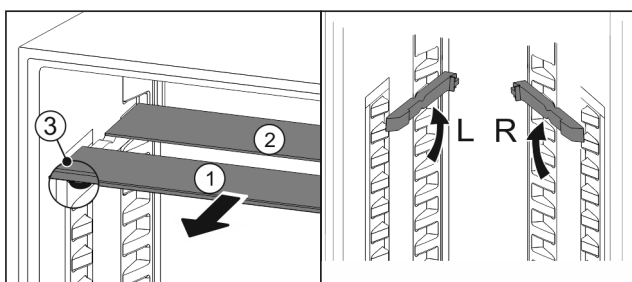

Fig. 94
- Húzza ki Fig. 94 (1) előre az üveglapokat egyesével.
- Az üveglap Fig. 94 (1) a díszléccel előre néz.
- Az ütközők Fig. 94 (3) lefelé mutatnak.